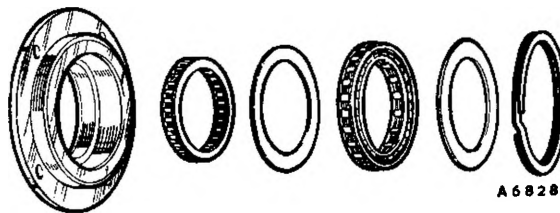

Fig. Fa. 63
5. Sollevare l'anello elastico, la ruota libera della prima, l'anello intermedio di richiamo ed il cuscinetto reggispinta (vedi Fig. Fa. 63).